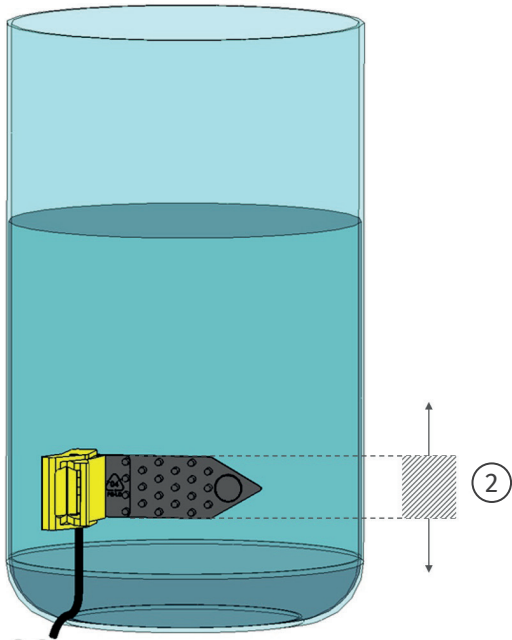

Abb. 7: Positionierungsbeispiel für LSP-Auslösebereich
Befestigen Sie das LSP am zu überwachenden Flüssigkeitsbehälter, der dem Füllstand entspricht, an dem das System bei Unterschreiten der Flüssigkeit reagieren soll (Grenzbereich ②, Abb. 7). Befolgen Sie auch die Herstellerangaben und/oder Kennzeichnungen des Reservoirs. Das LSP darf nur in dem Füllbereich angebracht und verwendet werden, der für den jeweiligen Behälter spezifiziert und zugelassen ist.